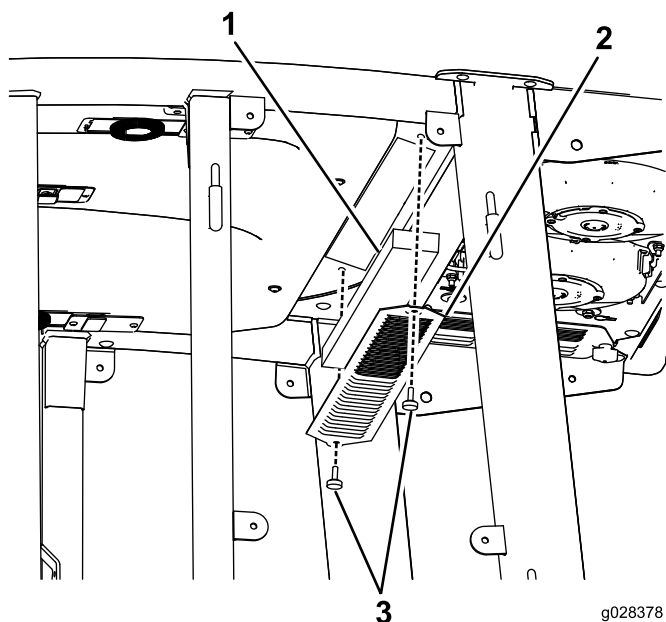

Figura 92
1. Remova os parafusos e as grelhas dos filtros de ar interior e traseiro da cabina (Figura 92).